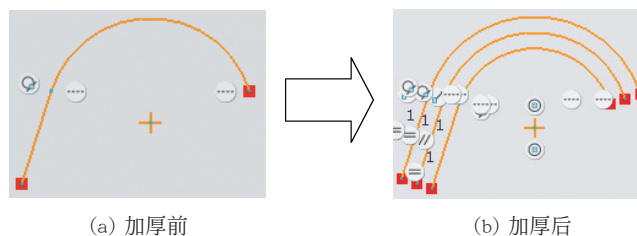

图 3.45 开放
- (4) ☒ 开放(O) 单选框：用于在创建加厚后两端是开放的，如图 3.45 所示。